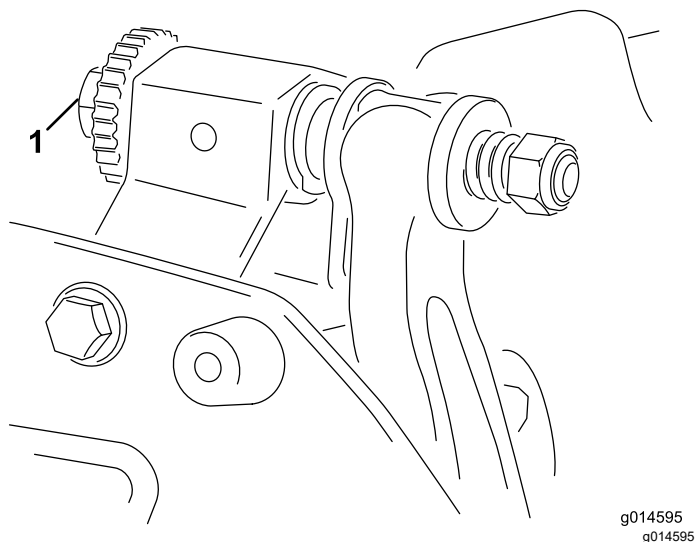

图 5
- A. 顺时针旋转底刀架调节螺丝 图 5 一次调整一格直到感觉并听到轻微的接触。
6. 向右转动底刀架调节螺丝 图 5 通过左右滑动薄垫片直至感到薄垫片上存在轻微的压力。取出薄垫片。